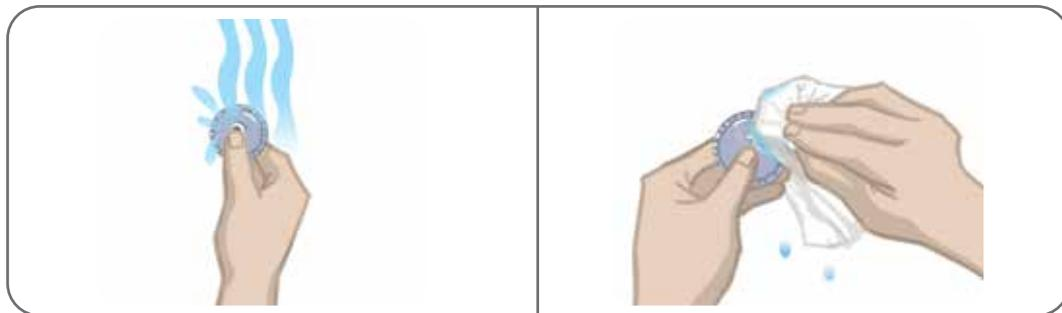

Figura 6-5: Molhe o eletrodo e remova o excesso de água
3. Molhe os eletrodos de pano redondos com água até que estejam saturados. Veja a Figura 6-5.
4. Use um pano para remover ou absorver com cuidado o excesso de água da parte de trás (o lado onde está situado o encaixe) dos eletrodos. Veja a Figura 6-5.